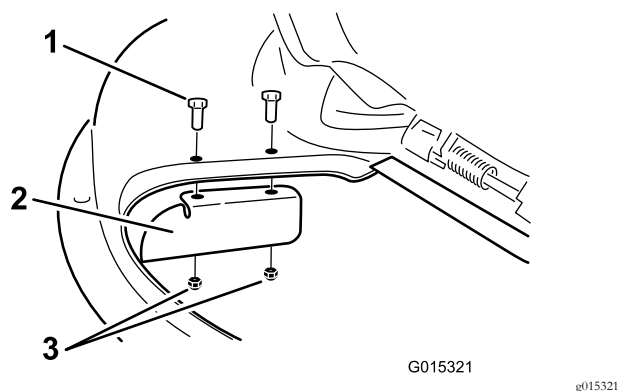

Figura 18
9. Instale o abafador de corte na plataforma do cortador (Figura 18).
3. Retire o abafador de corte da plataforma do cortador (Figura 18).